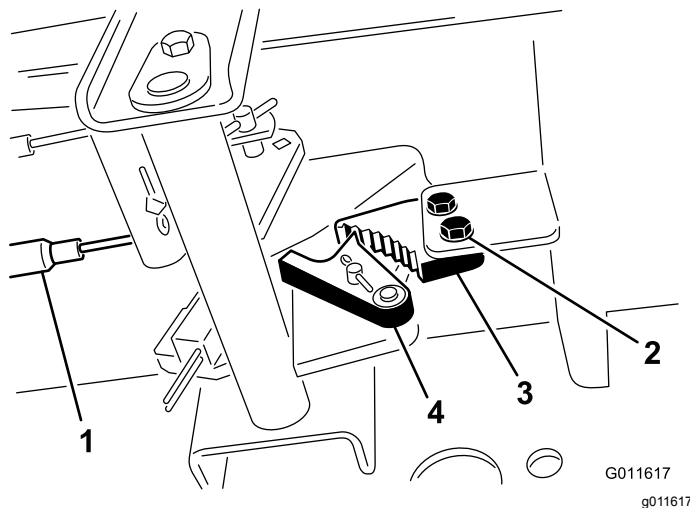

図 72
1. 駐車ブレーキのツメをフレームに固定しているねじ2本をゆるめる 図 72。
2. ブレーキのツメが戻り止めに完全に掛かるまで駐車ブレーキペダルを前に踏み込む 図 72。